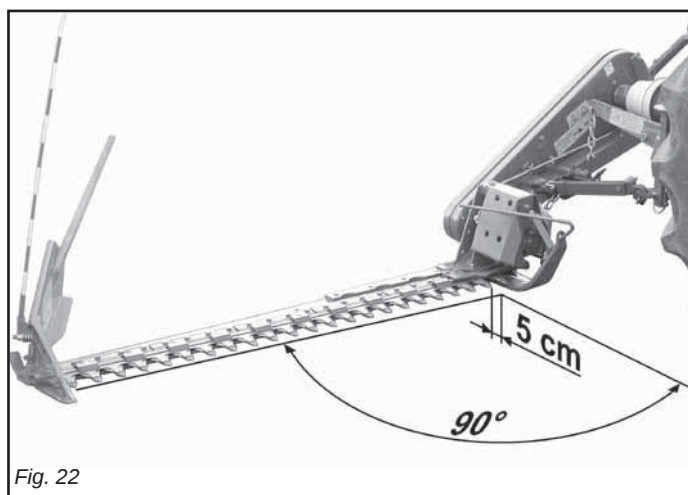

Fig. 22
- Отцентрируйте косилку, оказав действие на распорки подъёмных кронштейнов трактора таким образом, что при подсоединённой в трёх точках косилке, наружная точка кронштейна будет смещена приблизительно на 5 см вперёд относительно перпендикулярной оси трактора (Рис. 22).